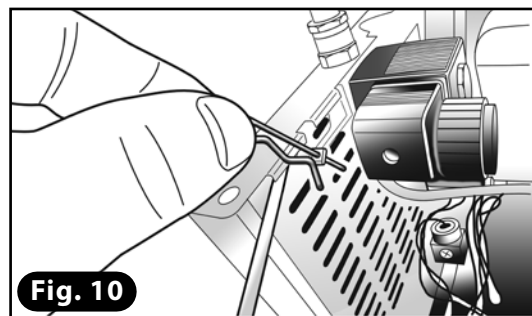

Fig. 10
- 9) Couper les morceaux de la résistance en excès avec des pinces (**Fig. 10**).
- 16) Enlever le clip de sécurité placé sur la barre de soutien de la carcasse en maintenant la carcasse de l'autre main (Fig. 10).